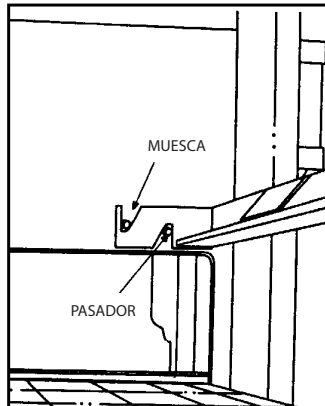

Figura 2
3. Gire los soportes del distribuidor de calor hasta que las muescas en los soportes se ajusten en los pasadores de retención. **(Consulte la Figura 2).**